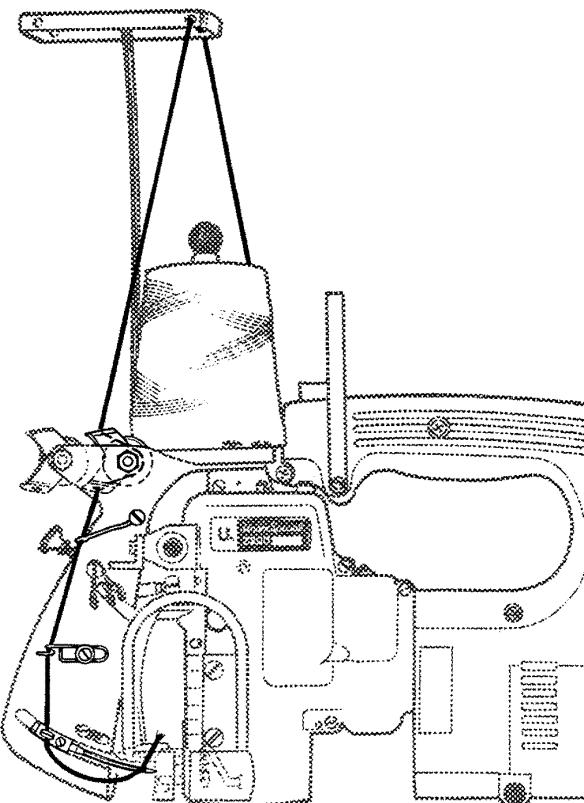

Fig.4
Prüfen Sie die Einfädelung der Maschine. Beachten Sie die Einfädelungsanleitung Fig. 4 und den Abschnitt "EINFÄDELN".
Thread the machine as shown in Fig. 4.
For threading the looper (double locked stitch machines only) open the hinged cover (A, Fig. 4) and turn motor handwheel in operating direction until the needle is in its lowest position below the throat plate. Reclose hinged cover (A) after threading.
The tension (L, Figs. 4 and 13) controls the looper thread and the tension (N) controls the needle thread. Only a slight tension should be applied on the looper thread. The tension applied on the needle thread depends upon the size of the thread and the thickness of the fabric to be sewn and has to be regulated till the machine sews and chains off perfectly.
The presser foot pressure is regulated with the knurled regulating screw (B, Fig. 4).
Fädeln Sie die Maschine wie in Fig. 4 gezeigt ein.
Zum Einfädeln des Greifers (nur bei Doppelkettenstichmaschinen) öffnen Sie die Verschlußklappe (A, Fig. 4) und drehen am Motor-Handrad in Drehrichtung bis die Nadel in der tiefsten Stellung unter der Stichplatte ist.
Die Spannung (L, Fig. 4 und 13) reguliert den Greiferfaden und die Spannung (N) den Nadelfaden.
Der Drückerfußdruck wird mit der gerändelten Stellschraube (B, Fig. 4) reguliert.
Loosen the screw (D, Fig. 4) for the needle and draw out the needle. Insert the shank of the new needle as far as it will go into the needle seat and with the flat on the shank facing to the front.
Lösen Sie die Schraube (D, Fig. 4) für die Nadel und ziehen Sie die Nadel heraus. Stecken Sie den Kolben der neuen Nadel bis zum Anschlag in den Nadelstift und so, daß die Fläche am Kolben nach vorne zeigt.